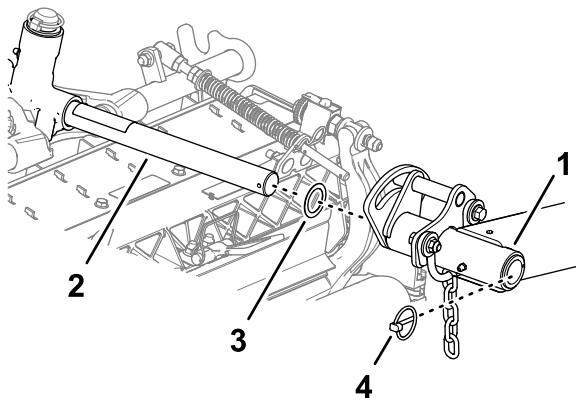

Figura 19
3. Deslice una unidad de corte debajo del brazo de elevación (Figura 19).